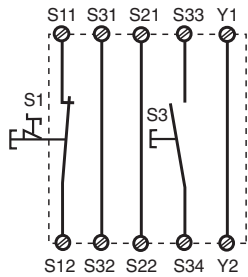

Fig. 2: Eingangskreis einkanalig, manueller Start/Single-channel input circuit, manual reset/Commande par 1 canal, validation manuelle
- In Fig. 2 ... Fig. 9 sind Anschlußbeispiele für NOT-AUS-Beschaltung mit manuellem und überwachtem Start, Schutztüransteuerungen sowie Kontaktvervielfachung durch externe Schütze.
- In Fig.2...Fig.9 are connection examples for Emergency Stop wiring with manual and monitored reset. Safety gate controls as well as contact expansion via external contactors.
- Dans les figures 2 à 9 sont représentés les différents câblages possibles du PNOZ X11P: poussoirs AU avec surveillance du circuit de réarmement, interrupteurs de position et augmentation du nombre des contacts par contacteurs externes.